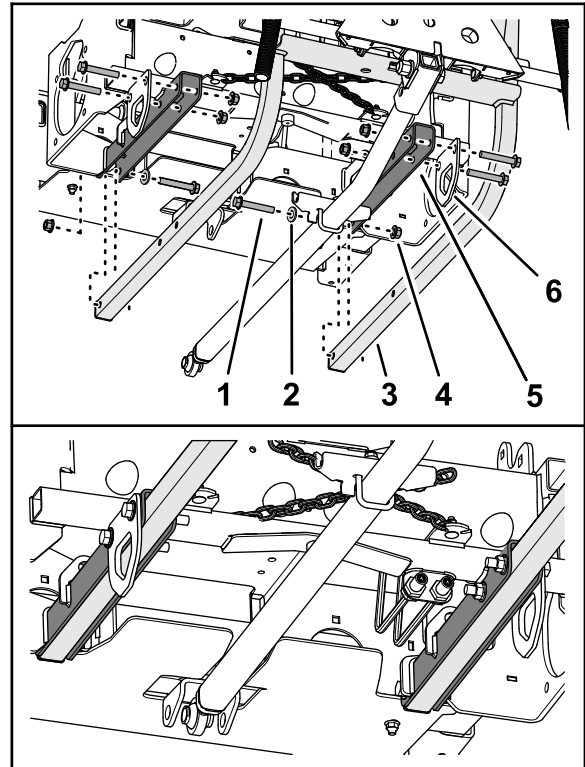

図 12
4. 後アタッチメント用昇降フレームを持ち上げて、昇降フレームチューブの穴をの後フレームのチャンネル部材の穴に合わせる 図 12。
5. 図 12 のように、ロープ掛けプレートを、後部アタッチメント昇降フレームの外側に、スラストワッシャーを内側に取り付ける。